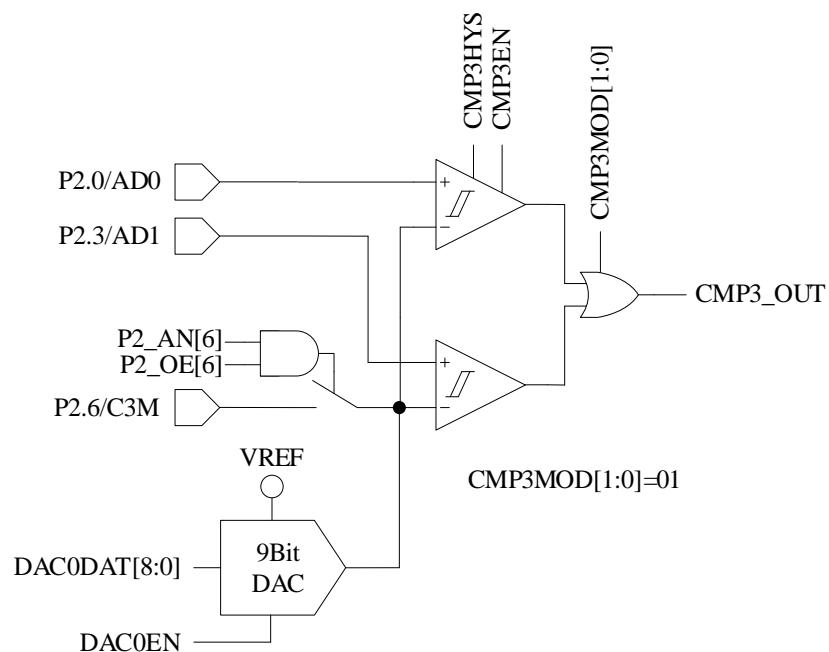
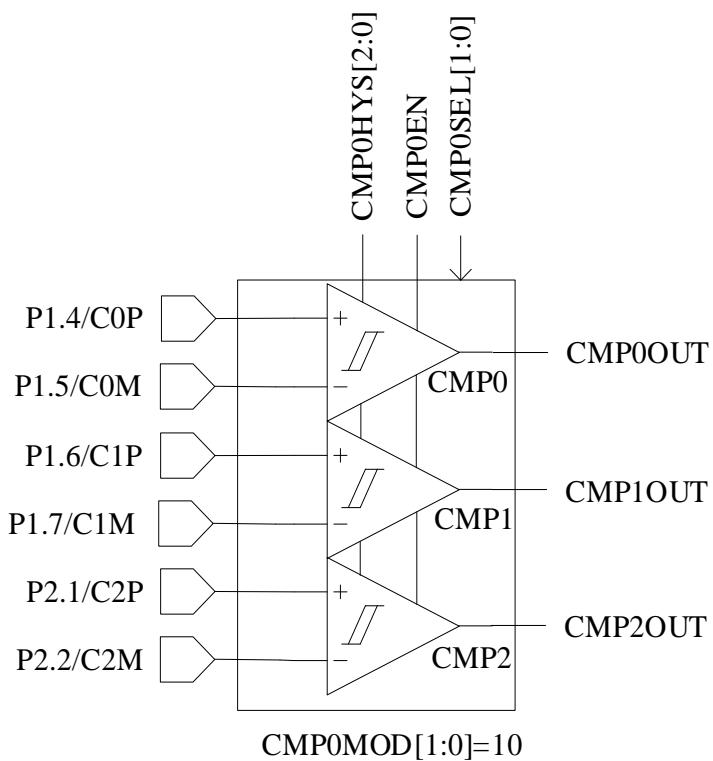

图 28-3 双比较器输入模式
图 28-11 差分三比较器模式
- 配置  $CMP\_CR1[CMP3MOD] = 01$ ，CMP3 为双比较器输入模式，具体输入输出端口及接法如图 28-3 所示
配置  $\text{CMP\_CR2}[\text{CMP0MOD}] = 10$ , 选择差分三比较器模式, 输入输出端口如图 28-11 所示, 用于差分 Hall 传感器检测电机转子位置。三比较器的负输入端分别接 P1.5、P1.7 和 P2.2, 正输入端分别接 P1.4、P1.6 和 P2.1, 输出分别为 CMP0OUT、CMP1OUT 和 CMP2OUT。此模式下具体比较器工作个数由  $\text{CMP\_CR2}[\text{CMP0SEL}]$  决定,  $\text{CMP\_CR2}[\text{CMP0SEL}] = 00$ , CMP0、CMP1 和 CMP2 三比较器同时工作, 为推荐设置;  $\text{CMP\_CR2}[\text{CMP0SEL}] = 01$ , 仅 CMP0 工作, 其余两个 CMP 闲置;  $\text{CMP\_CR2}[\text{CMP0SEL}] = 10$ , 仅 CMP1 工作, 其余两个 CMP 闲置;  $\text{CMP\_CR2}[\text{CMP0SEL}] = 11$ , 仅 CMP2 工作, 其余两个 CMP 闲置。
10: 三差分比较器模式, 参考图 28-11 差 11: 双比较器模式, CMPO/CMP1 工作, CMP2 不工作, 参考图 28-3